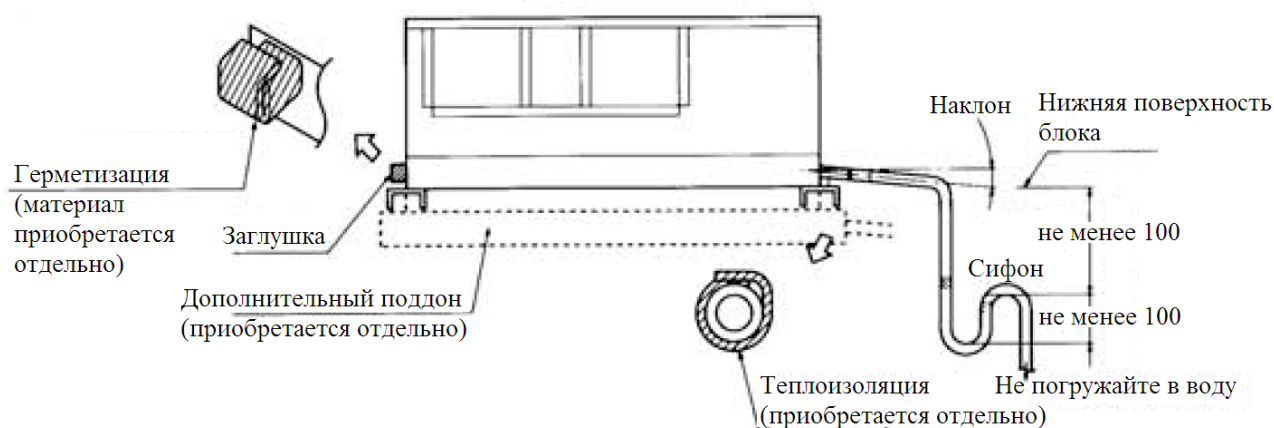

Рис. 12
- Смонтируйте систему в соответствии с Рис. 12.
- Дренаж осуществляется тем эффективнее, чем короче дренажная трубка. Начальный участок трубки должен иметь наклон. Фланец дренажной трубки внутреннего блока имеет внутреннюю резьбу PS 1B (см. Рис. 12).
- После подключения дренажной трубки к блоку, оберните ее теплоизолирующим материалом по всей длине (см. Рис. 12).